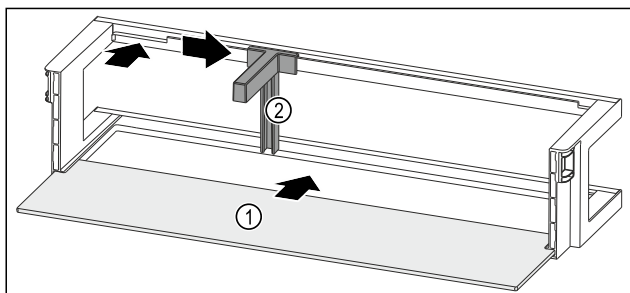

Fig. 232 Balconnet de contre-porte avec tablette de rangement
- Insérer la tablette de rangement Fig. 232 (1) dans les évidements latéraux.
- Insérer le range-bouteilles Fig. 232 (2) dans l'évidement.
- Pousser le range-bouteilles Fig. 232 (2) sur le côté en position souhaitée.